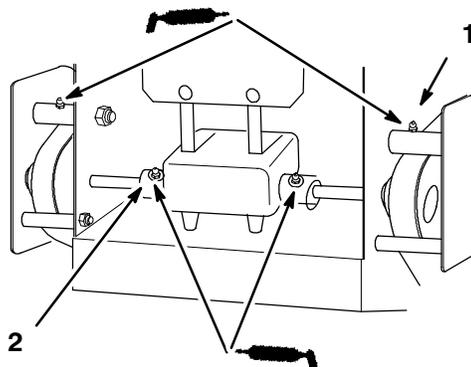

Figure 38
2. Lubrifier les joints de transmission toutes les 50 heures, et les pivots des bras de renvoi toutes les 8 heures (Fig 38).